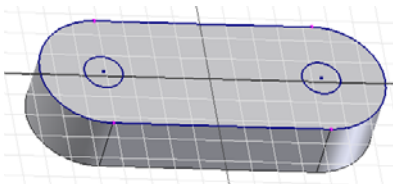

图 2-23 着色显示模式下进行观察
(3) 设置模型观察方式为着色显示模式,可更加清楚地看到草图上经过投影几何图元得到的新的几何图元,如图 2-23 所示。